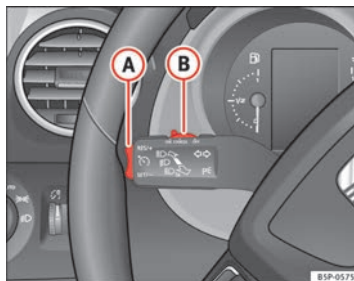

Fig. 155 Palanca de intermitentes y de luz de carretera: mando y tecla basculante para el regulador de velocidad
- Presione la parte superior de la tecla basculante **RES/+** ⇒ fig. 155 **A** para aumentar la velocidad. El vehículo acelerará mientras mantenga la tecla presionada. Al soltar la tecla quedará memorizada la nueva velocidad.
Si se reduce la velocidad programada pisando el pedal del freno, se desactiva el regulador de velocidad. Si quiere activar de nuevo el regulador, bastará con presionar una vez la parte superior de la tecla basculante **RES/+** → fig. 155 **(A)**.